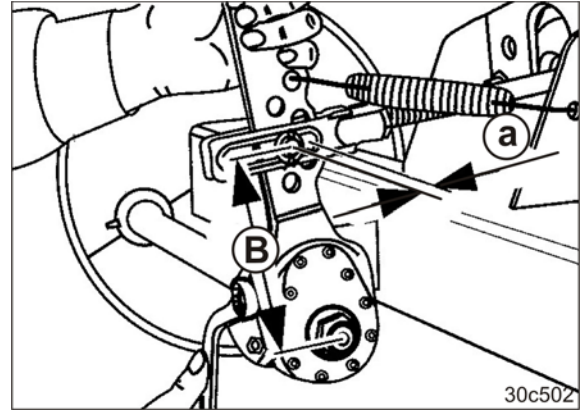

Fig. 291
1. Aktivér forbindelsesindstilleren manuelt (Fig. 291) i trykretningen.
2. Mål langslag-membrancylinder-trykstangens passive vandring (Fig. 291/a).
Den passive vandring (Fig. 291/a) må være maks. 35 mm.
Indstil den passive vandring (Fig. 291/a) til 10-12 % af bremsearmens længde (Fig. 291/B).